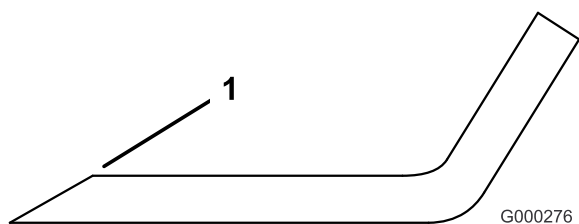

Figure 50
1. Au moyen d'une lime, aiguiser les tranchants aux deux extrémités de la lame (Figure 50). Veillez à conserver l'angle de coupe d'origine. Limez la même quantité de métal sur chacun des deux tranchants pour ne pas déséquilibrer la lame.